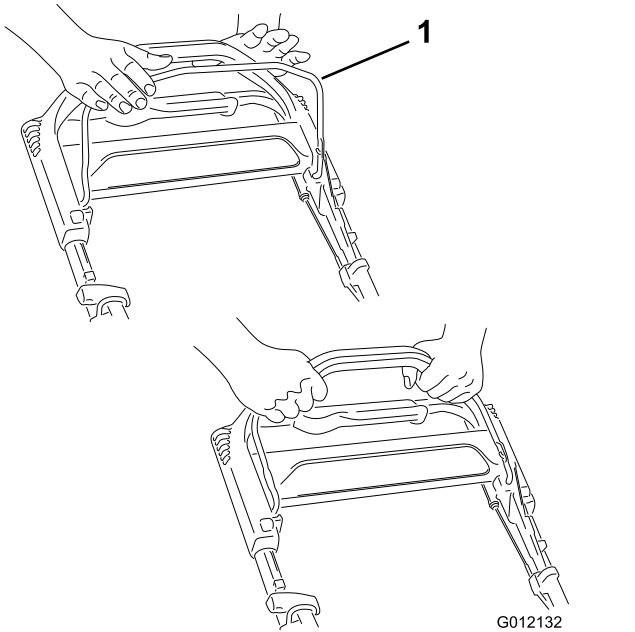

Bild 15
1. Drücken Sie den Schaltbügel gegen den Führungsholm und halten sie ihn gegen den Führungsholm gedrückt (Bild 15).